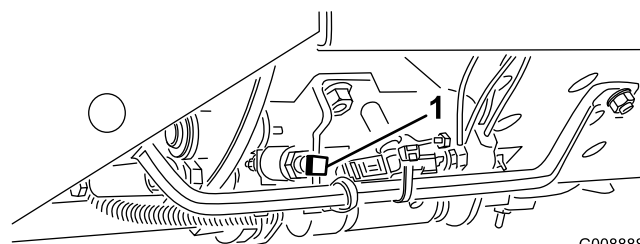

Figure 31
**Important:** La vitesse de tonte est réglée à l'usine à 9,7 km/h. Vous pouvez l'augmenter ou la réduire en réglant la vis de butée de vitesse (Figure 31).